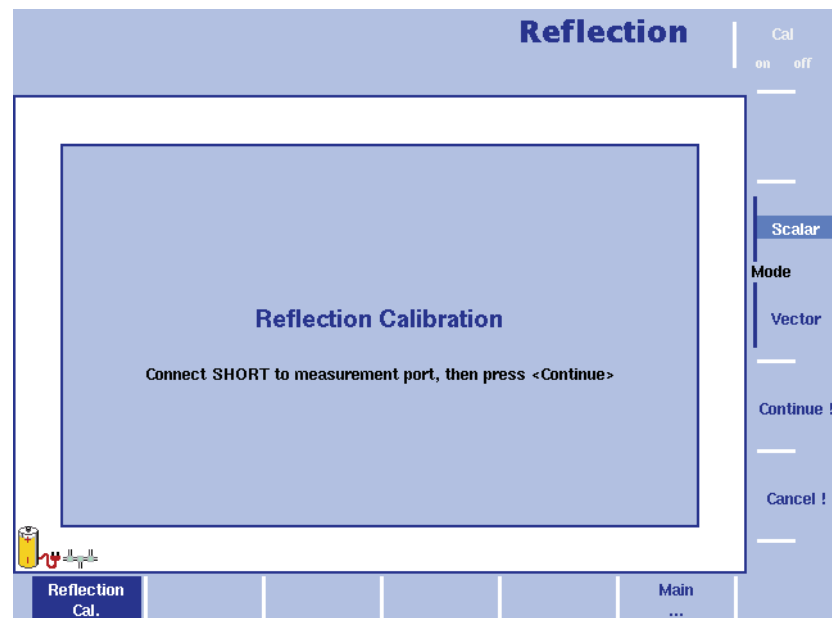

Abb. 44 Menü Reflection Calibration
- 3 In diesem Menü können Sie den gewünschten Messmodus mit dem Softkey **Scalar** bzw. **Vector** auswählen. Die Skalarmessung misst den Pegel des reflektierten Signals. Die Vektormessung ist noch genauer und misst auch die Phase des reflektierten Signals. Neben der Erhöhung der Messgenauigkeit vergrößert sich damit auch der Messbereich für Rückflusdämpfung. Der 9102 führt mit Bildschirm-Hinweisen wie in Abbildung 44 Schritt für Schritt durch den Kalibriervorgang. Schließen Sie auf Aufforderung den Kalibriersatz an das Verlängerungskabel für den Prüfanschluss an und drücken Sie auf **Continue**. Sie können den Kalibriervorgang mit dem Softkey **Cancel !** abbrechen.